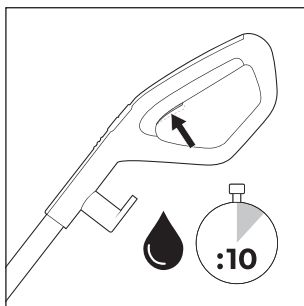
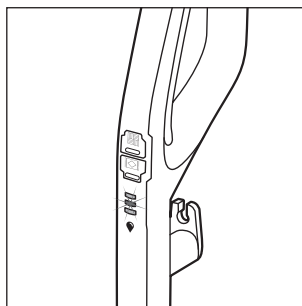

Fig. 18
Fig. 19
- ◆ Antes de cada uso, mantenga pulsado el interruptor de la solución de limpieza  **15** durante aprox. 10 segundos para preparar el rodillo de cepillos **6** con la solución de limpieza (consulte la fig. 18). El indicador de la solución de limpieza  **12** parpadea en azul de forma alterna cuando se mantiene pulsado el interruptor de la solución de limpieza  **15** (consulte la fig. 19).